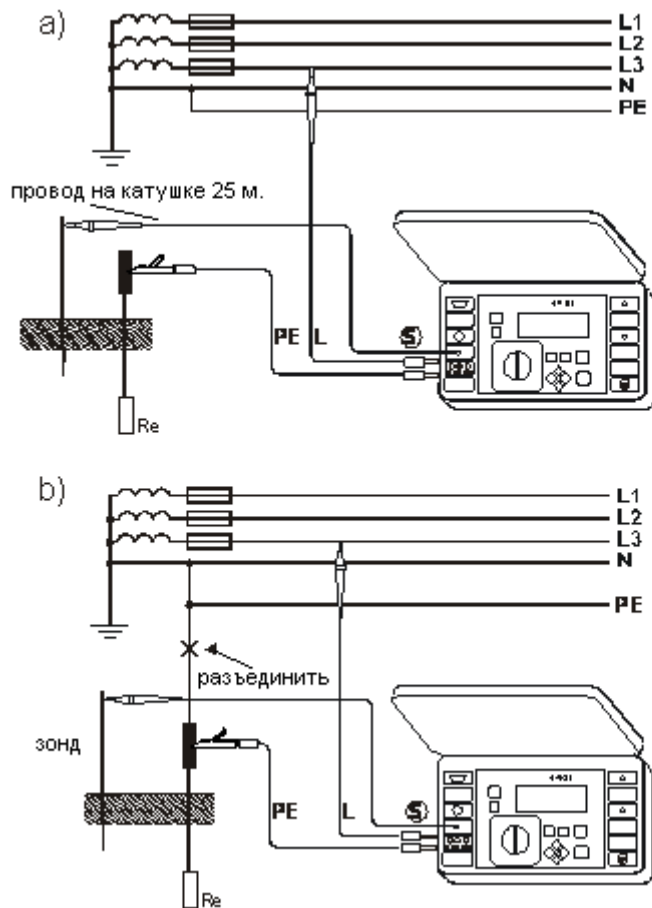

Рис.14. Способ подключения измерителя MPI-511 при измерении сопротивления заземления: а) для сети TN-S и TT, б) для сети TN-C, TN-C-S
Для измерения сопротивления заземления прибором MPI-511, в качестве дополнительного источника напряжения, служащего для создания измерительного тока, используется фазный провод сети. Для исключения влияния сопротивления рабочего заземления, источника и провода фазы, используется дополнительный электрод, вбиваемый в землю (сравнительная земля) и подключенный к гнезду [S] - Рис.14.
При измерении в сети TN-C, TN-C-S, используя фазу той же сети необходимо разъединить проводник PE, N от измеряемого заземлителя (Рис. 14. б)
- измерительные провода подключить в соответствии с Рис.14; провод L может иметь произвольную длину;